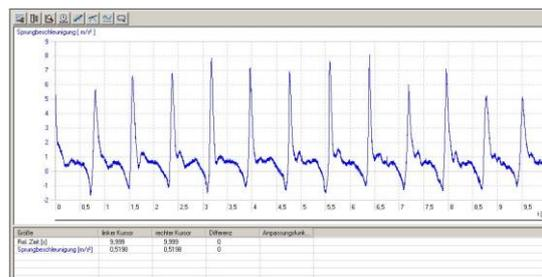

Fig. 1 Comportement caractéristique à l'accélération à la cheville d'une personne en train de sauter, enregistré avec 3B NET/lab™
- Dans 3B NET/lab™, lancez l'enregistrement de la courbe de mesure (fig. 1).
Observez sur la fig. 1 l'accélération permanente de 9,81 m/s2 qui fournit dans la courbe une valeur subordonnée de 1 g.